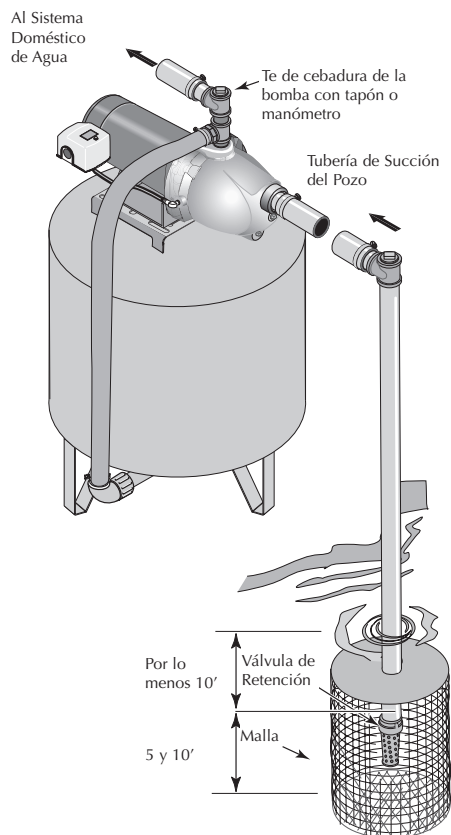

Figura 3: Instalación para agua superficial
Instalación para agua superficial (Figura 3)
2. Instale una válvula de retención y la tubería de succión (vea la Figura 3). Asegúrese de que la válvula de retención funcione libremente. Utilice cinta de Teflón™ o un compuesto a base de Teflón™ especial para juntas de tuberías den las juntas roscadas de la tubería. Proteja la conexión de la válvula de retención de peces, basura, etc., con la instalación de una malla de alambre a su alrededor (vea la Figura 3).
4. Instale una "T" para cebar, tapón para cebar y la tubería de succión a la bomba (vea la Figura 3). Soporte la tubería para que no haya inclinaciones verticales o hundimientos en ella a fin de que no ejerza tensión sobre el cuerpo de la bomba y con el propósito de que no se incline ligeramente hacia arriba desde el pozo hacia la bomba (los puntos altos pueden ocasionar que se formen bolsas de aire que pueden bloquear la bomba). Selle las juntas de la tubería de succión con cinta de Teflón™ o con un compuesto a base de Teflón™ especial para juntas de tuberías. Las juntas deben ser a prueba de agua o estar herméticamente cerradas. Si la tubería de succión pudiera succionar aire, la bomba no podrá sacar agua del pozo.